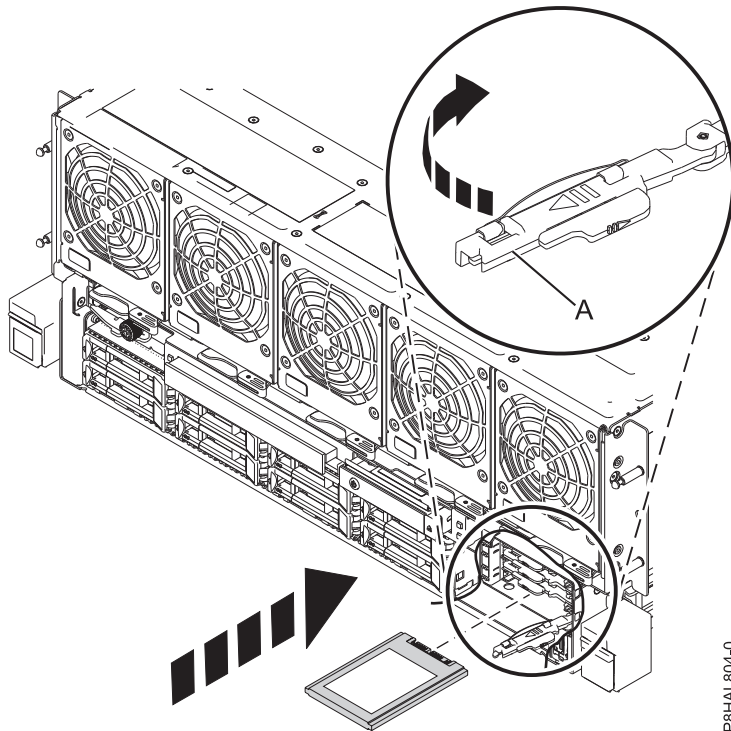

Abbildung 20. Solid-State-Laufwerk wiedereinbauen
- c. Verriegeln Sie das Laufwerk, indem Sie den Griff (A) in die in Abb. 20 auf Seite 18 gezeigte Richtung drehen.